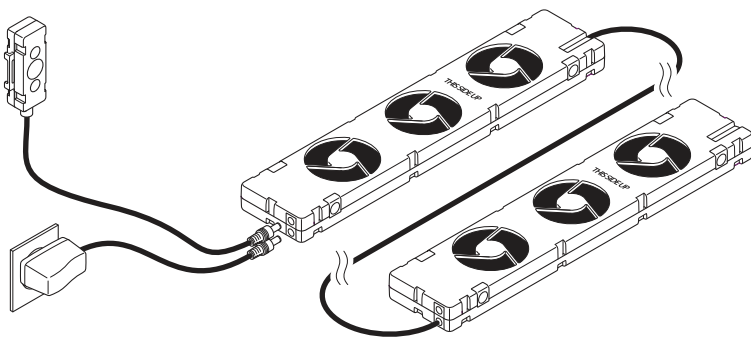

Fig. 4: Conexión adicional de SpeedComforts (B1).
6. En radiadores largos, conecte **SpeedComforts (B1)** adicionales con los cables de **conexión de 30 cm (B2)** (véase fig. 4). Múltiples **SpeedComforts (B1)** (hasta 20) pueden conectarse a más de un **adaptador de alimentación (A1)**. No son necesarios **sensores de temperatura (A2)** adicionales.